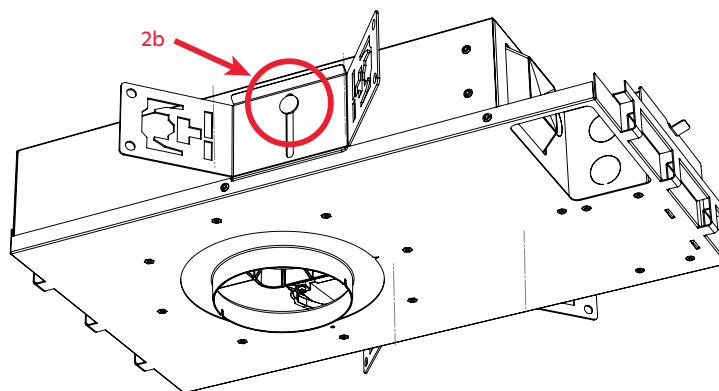

fig. 7
- b. Pase el perno del soporte a través del orificio presente en el costado de la caja (consulte la fig. 7).